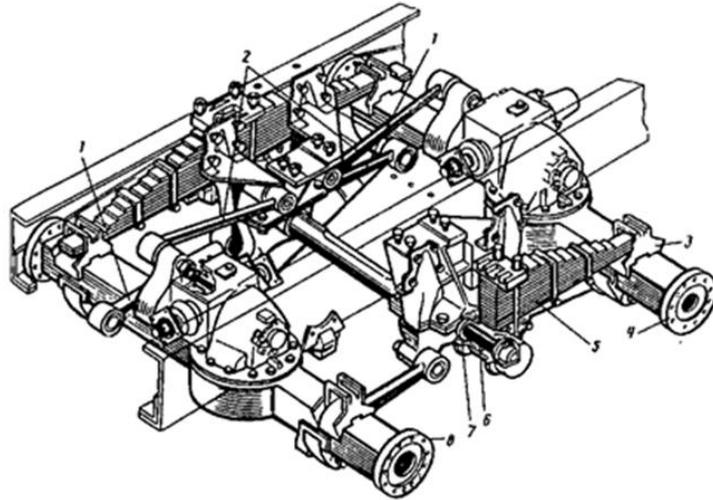

Рис. 1.12. Балансирная подвеска
70. БАЛАНСИРНАЯ ПОДВЕСКА (РИС.1.12)